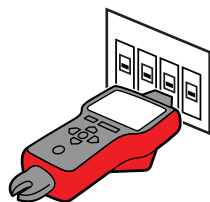

Figure 3.5b
- a) L'appareil démarre automatiquement en mode 1 <logo> **BALAYAGE** comme indiqué en Figure 3.5b.